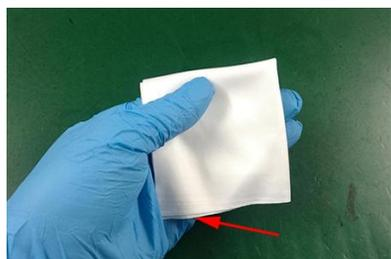
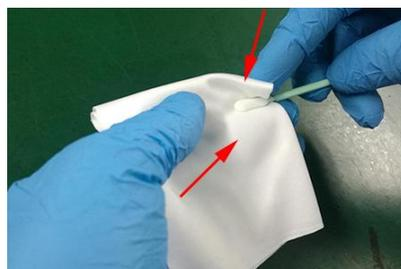

図5
図6
5.レンズは深刻な汚染されている、ほこりのない布で掃除することができます。清潔で汚れのない布を半分に2回とり、折り畳んだ後にレンズのクリーナーを直角に吹き付けます（図5を参照）。片手でレンズを持ちます（指はレンズの上下の端面に触れないことに注意してください）。一方、清浄な布を取り、レンズクリーナーで覆われた側が洗浄すべきレンズの表面に近く、反対側を人差し指で軽く押して、図6に示すようにレンズの表面に沿って優しく時計回りに回転させます。